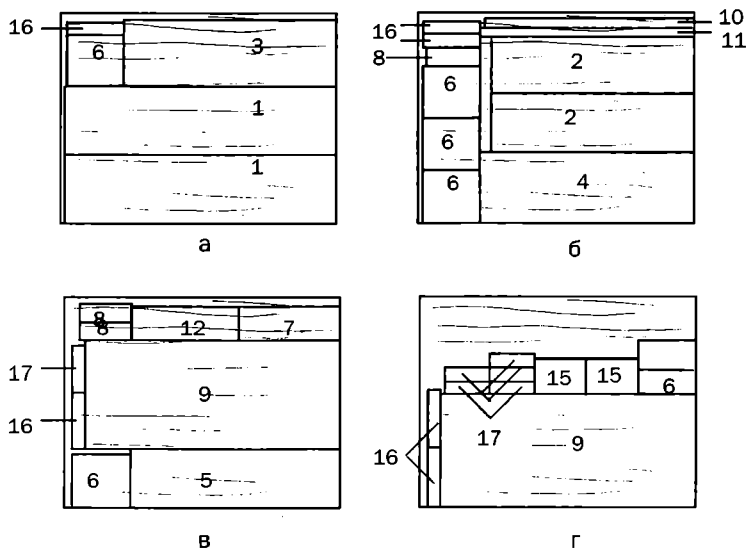

Рис. 135. Схема раскроя ДСП (цифровые обозначения соответствуют деталям в перечне размеров): а — 1-й лист; б — 2-й лист; в — 3-й лист; г — 4-й лист
9. После определения размеров нарисуйте примерную схему раскроя ДСП (рис. 135).